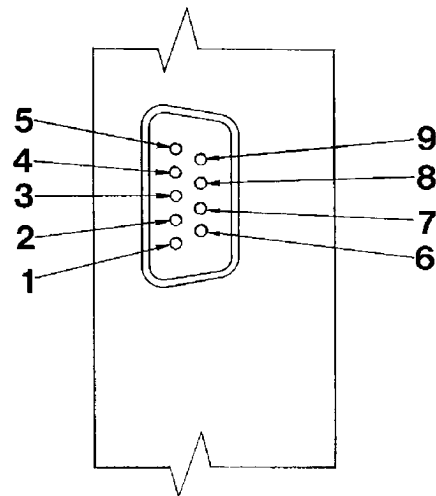

Figure a-1 : Localisation des numéros de broches du connecteur "D".
- e.4** Des sorties analogiques de 0 à 5 Vcc et 4 à 20 mA sont obtenues aux broches appropriées du connecteur "D" situé sur le côté de l'appareil de mesure (voir figure a-1 pour l'emplacement des broches du connecteur).